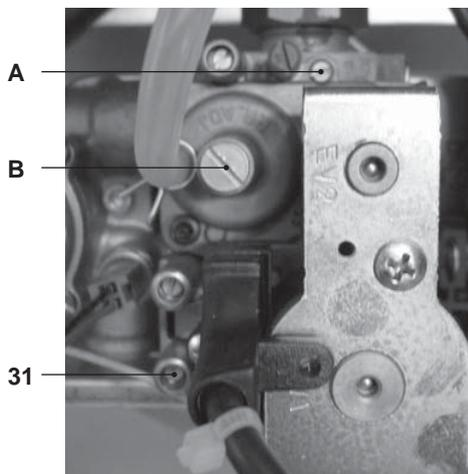

Figura 7.9
- A caldaia spenta (fuori servizio), controllare la pressione di alimentazione utilizzando la presa 31 in Figura 7.9 e confrontare il valore letto con quelli riportati nella tabella Pressioni di alimentazione gas nella sezione "Dati tecnici" pag. 22.
- Richiudere bene la presa di pressione 31 in Figura 7.9.
- Per tarare il CO_2 della caldaia (pressione del gas al bruciatore) svitare completamente il tappo in ottone di protezione B e agire sulla vite a brugola $\varnothing 4$ mm sottostante Figura 7.9, girando in senso orario il CO_2 aumenta.
- Se i due dati non coincidono agire sulla vite regolazione massimo RQ (A in Figura 7.9) della valvola gas e tarare il CO_2 allo stesso valore riportato nella tabella nella sezione "Dati tecnici" pag. 22. Girando in senso orario il CO_2 diminuisce.